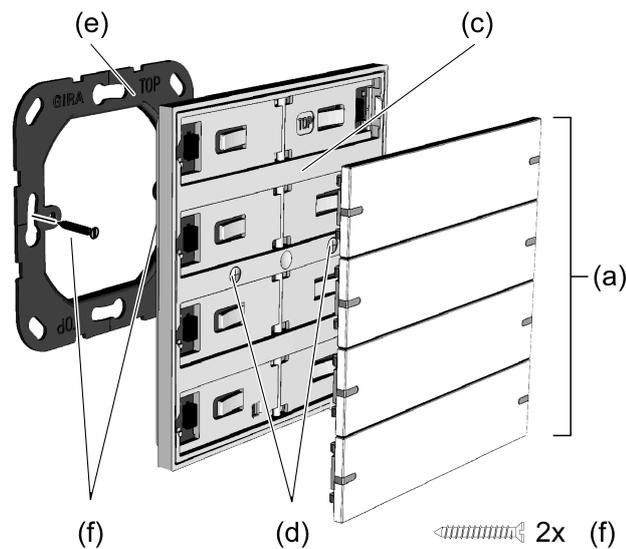
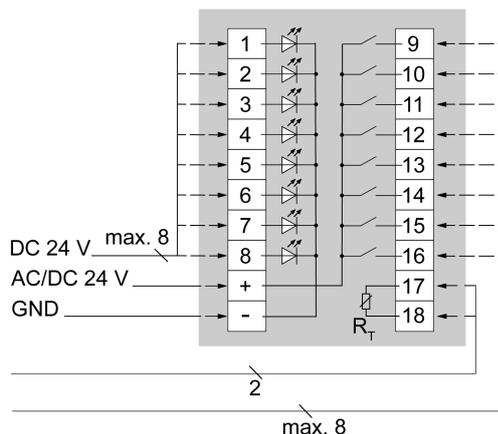

Bild 2: Gerät montieren
Bild 3: Anschluss Tastsensor 4fach
Explosionsansicht (Bild 2)
Gerät montieren und anschließen (Bild 2), (Bild 3)
- Tastsensor (c) gemäß (Bild 3) anschließen